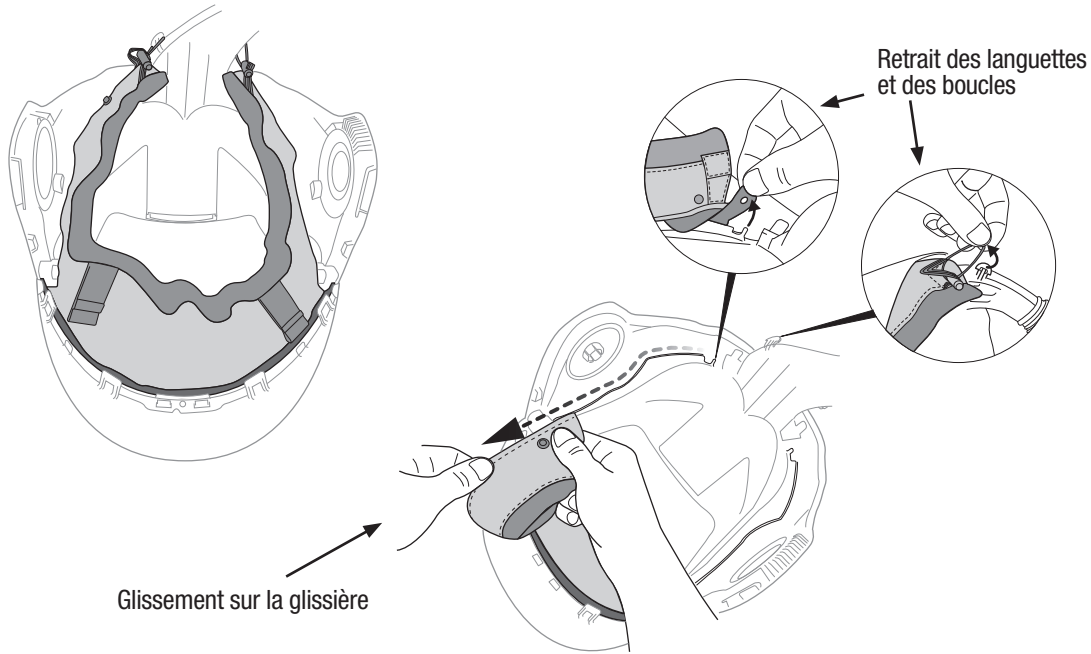

Fig. 20a
- Retourner le masque de soudeur et retirer les languettes et les boucles de retenue de la membrane d'étanchéité faciale de leur tige, à côté du tuyau d'admission d'air (Fig. 20a).
- Faire glisser chaque côté de la membrane d'étanchéité faciale pour la dégager de la glissière qui permet de la fixer sur le masque de soudeur et retirer les bandes de retenue en plastique situées au niveau du menton sur la membrane d'étanchéité faciale (Fig. 20a et 20b).